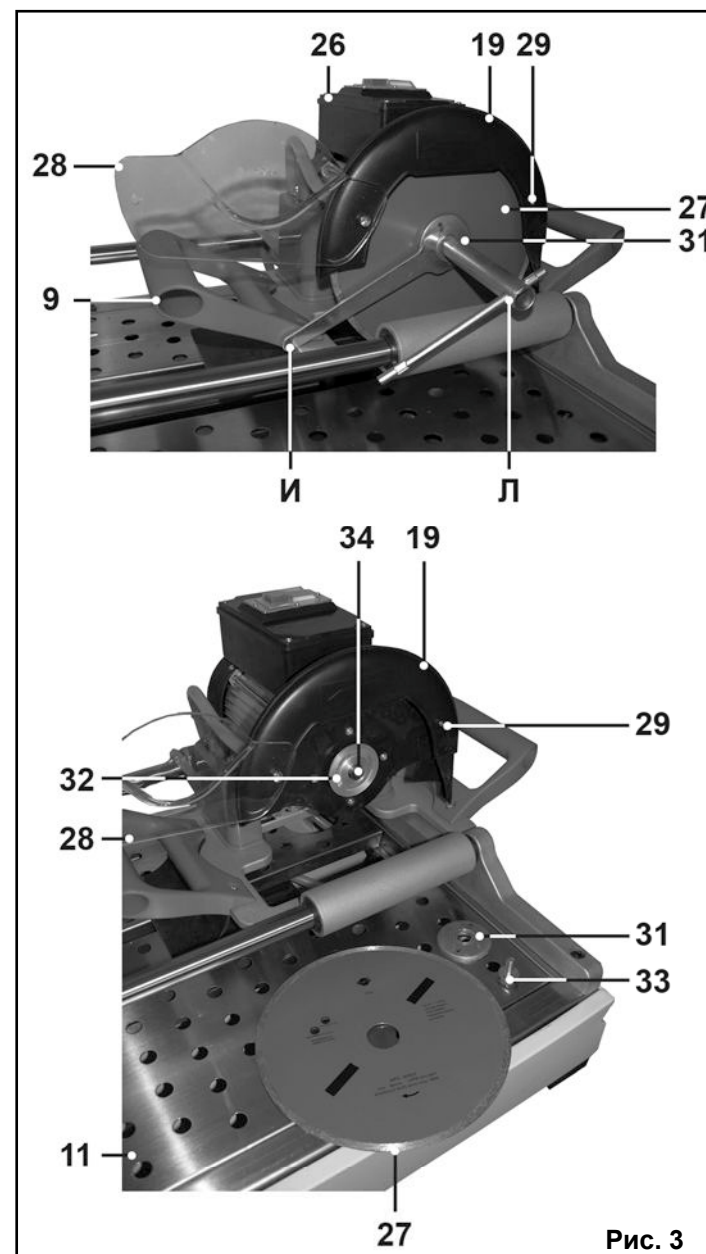

Рис. 3
- 10.1. Как показано на Рис.3, переведите суппорт (22) в крайнее правое положение.